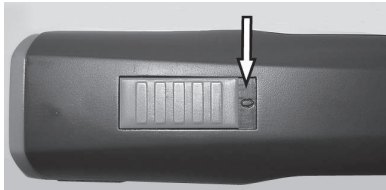

Fig. 4 Interrupteur position DESCO. ("0")
1. Examine los contactos de la esquiladora (1) y de la batería (2) a cuerpos extraños y ensuciamientos.
2. Asegurese que el interruptor de la esquiladora está en posición DESCO ("0") (Fig.4).
3. Inserte la batería (2) en la esquiladora (3) hasta que el enclavamiento de batería (1) enclava de los dos lados.
4. Meta la esquiladora con la batería (1) o batería de reserva (2) insertada sin fuerza de arriba en la concavidad de carga prevista.
6. La batería carga. Durante la carga, el piloto de control (3) es encendido rojo. Una vez que la batería se ha cargado un 90 %, la luz testigo conmuta a "carga de mantenimiento".
1. Meta el interruptor a la posición DESCO "0" (Fig. 4).
2. Apriete el enclavamiento de batería (2) de los dos lados hacia el interior y retire la batería (1) de la esquiladora.
3. Inserte la batería cargada (1) en la esquiladora (2) hasta que el enclavamiento de la batería haya encajado de los dos lados.